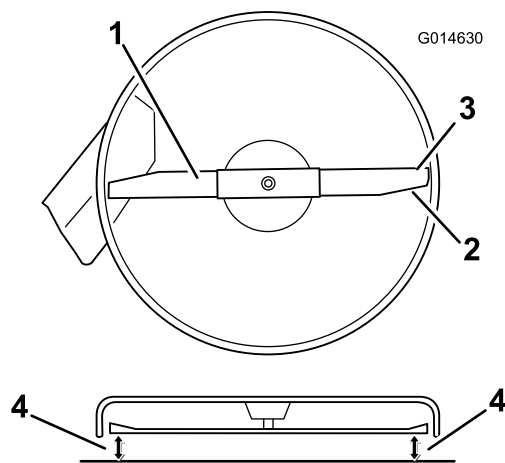

Figura 52
4. Gire cuidadosamente las cuchillas hasta que estén todas orientadas lateralmente (Figura 52).
5. Mida entre los bordes de corte exteriores y la superficie plana (Figura 52). Si hay una diferencia de más de 5 mm (3/16") entre ambas dimensiones, se requiere un ajuste; siga con este procedimiento.